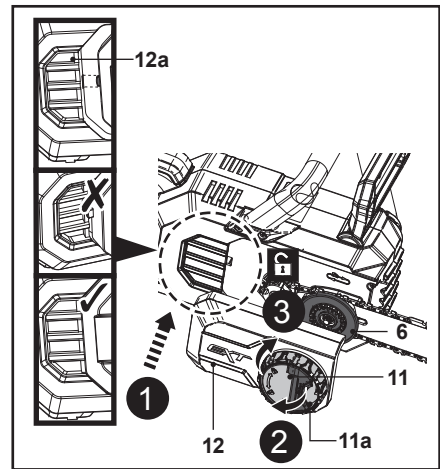

Fig. 6
8. Aligner et placer le couvercle de la tronçonneuse (12) sur le boulon de fixation (6). Soulever l'anneau de verrouillage (11a) et serrer légèrement la roue de verrouillage (11) dans le sens des aiguilles d'une montre (Fig. 6, étapes 1, 2, 3). S'assurer que l'ergot (12a) s'engage correctement dans la fente. Ne pas serrer complètement la roue de verrouillage (11), car la tension de la chaîne doit être d'abord réglée.